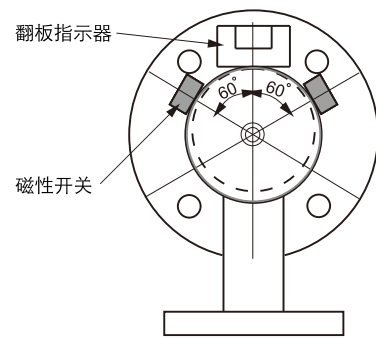

图1
- 磁性开关安装位置如(图1)所示，安装时须靠近指示器，并且紧贴管壁。